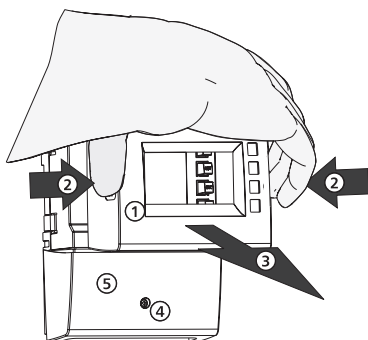

Fig. 1: Quitar la pantalla frontal
- Sujetar la pantalla frontal ① en las estrías laterales de agarre ② y extraerla hacia delante ③ (fig. 1).
1. Aflojar el tornillo ④ (fig. 1).
2. Extraer la cubierta de bornes ⑤.